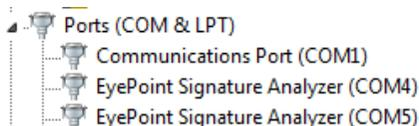

Рисунок 7. Отображение устройств после установки драйвера
8. После установки драйвера в разделе устройств "Порты (COM и LPT)" должны появиться два устройства EyePoint Signature Analyser (рисунок 7), номера COM портов могут отличаться.